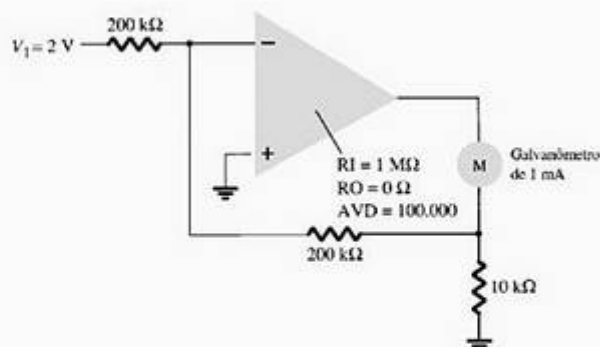

Figura 14.61 Problema 19.
- * 19. Utilizando o Design Center, calcule $I(VSENSE)$ no circuito da Figura 14.61.